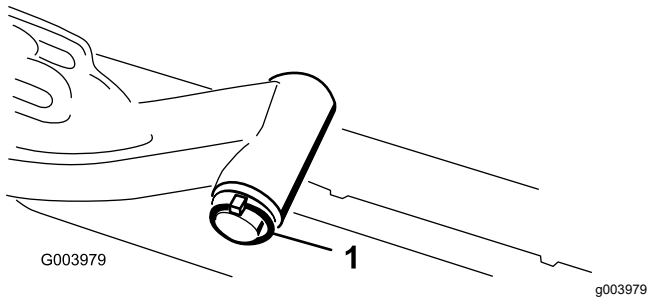

図 11
1. 昇降アームのピボットシャフトを昇降アームに固定しているリンチピンとワッシャを外し、昇降アームからピボットシャフトを抜き出す 図 11。
3. 昇降アームのシャフトを昇降アームに通して、ワッシャとリンチピンで固定する 図 11。